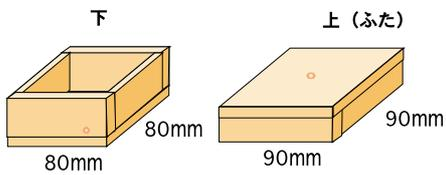

図1
(1) 木板を図1のように組み立てて, 木工ボンドで接着し, 箱を作る。(図1)